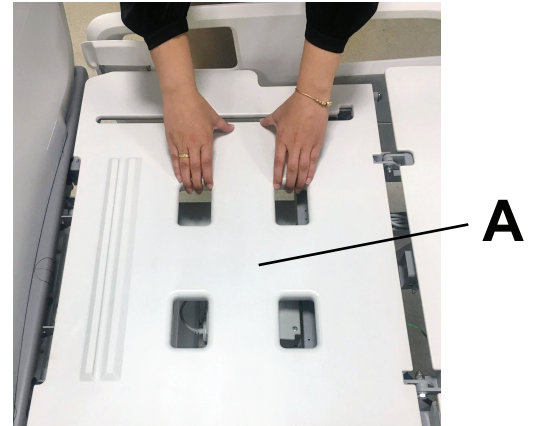

Figura 7 – Retirada de la cubierta del reposapiernas inferior
1. Retire la cubierta del reposapiernas inferior (A) (Figura 7).